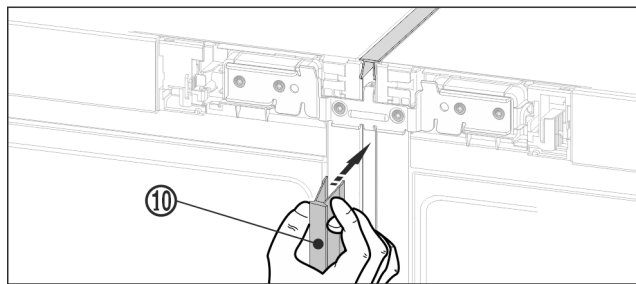

Fig. 22
- Trykk den lange dekklisten Fig. 22 (10) inn i den loddrette spalten på fremsiden. Pass på at listen står ned på forbindelsesplaten.